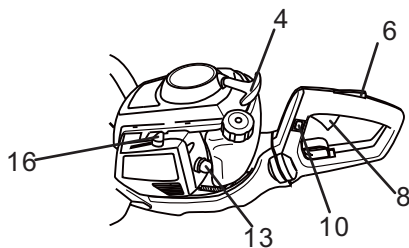

Fig. 12
**Démarrage à chaud (Fig. 12, 13)**
- > Mettez l'interrupteur d'allumage (10) sur la position "I" (MARCHE).
- > N'appuyez pas sur l'amorce (13).
- > Déplacez le levier de starter (16) vers la position |↑| "Fonctionner".
- > Tenez bien la poignée avant avec votre main gauche et mettez votre genou droit sur la poignée arrière (5).
- > Tirez sur la poignée de démarreur (4) légèrement jusqu'à ce que vous sentiez une résistance puis tirez-la d'un coup sec 1-2 fois. Recommencez jusqu'à ce que le moteur démarre.